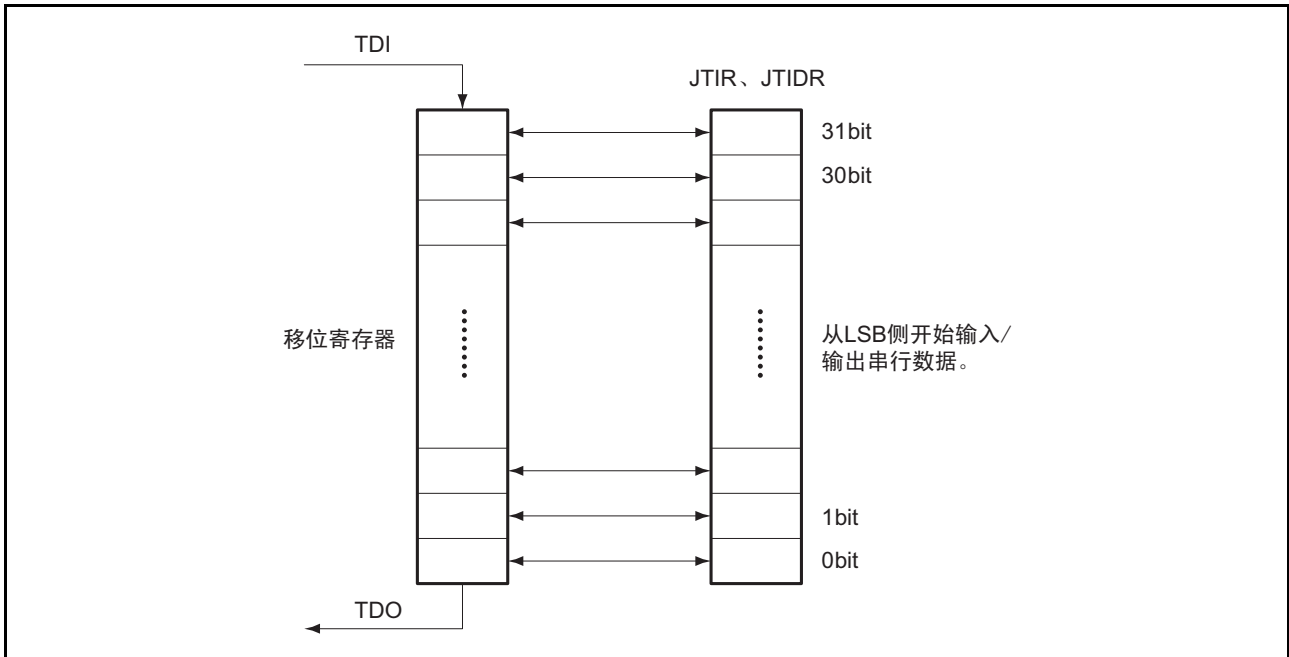

图 40.3 串行数据的输入 / 输出
1. 如图 40.3 所示，在进行串行传送时，从 LSB 侧开始输入/输出数据。